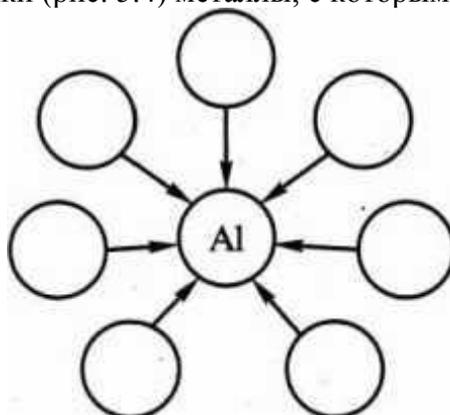

Рис. 5.4. «Планета» Алюминий
12. Впишите в свободные кружки (рис. 5.4) металлы, с которыми алюминий образует сплавы.